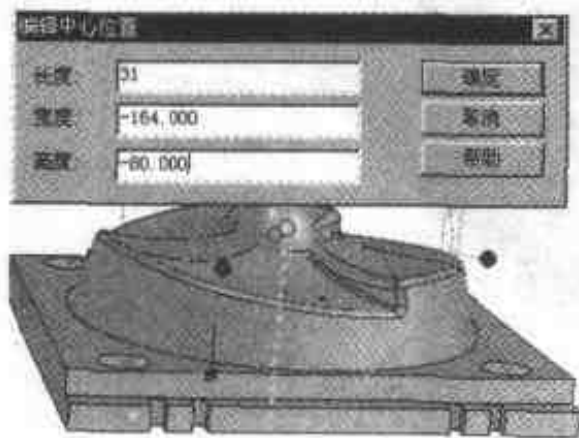

图 2.155 应用三维球准确定位孔图素的坐标位置
- (3) 孔图素处于智能图素编辑状态，再次打开【三维球】，右击三维球中心手柄，选择【编辑位置】命令，输入长度、宽度和高度的数值，如图 2.155 所示。这样就将第一个孔的圆心位置定位在模板平面(即水平面)的(31, -164)坐标位置上。